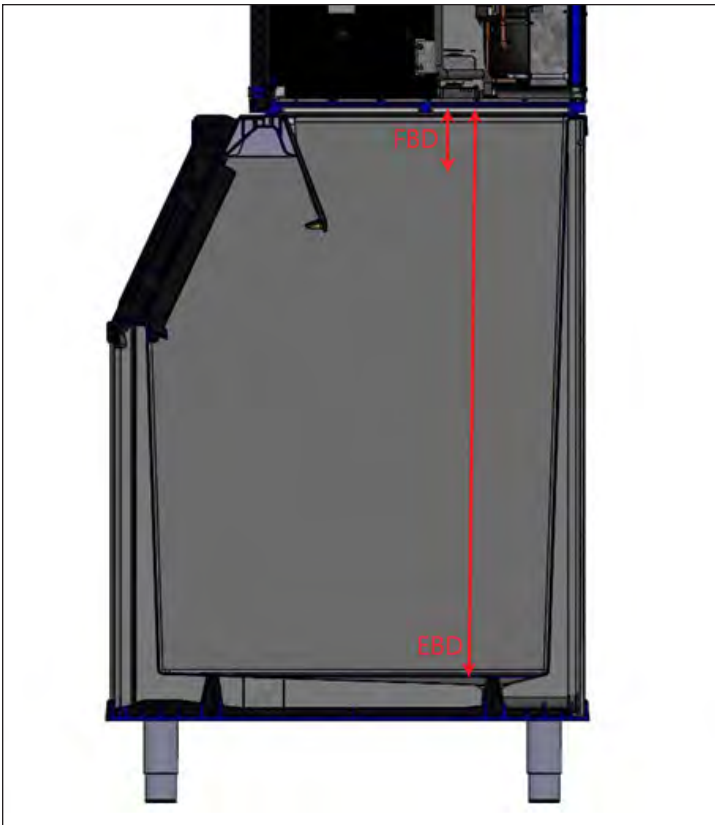

Fig. 1. FBD ou EBD.
- La Distance bac plein (FBD) est la distance en centimètres entre le capteur et les glaçons quand la machine passe dans l'état BAC PLEIN avec l'amortisseur maintenu vers le bas. Voir Fig. 1.
- La Distance bac vide (EBD) est la distance en centimètres entre le capteur et le fond du dispositif de stockage de glaçons. Voir Fig. 1.